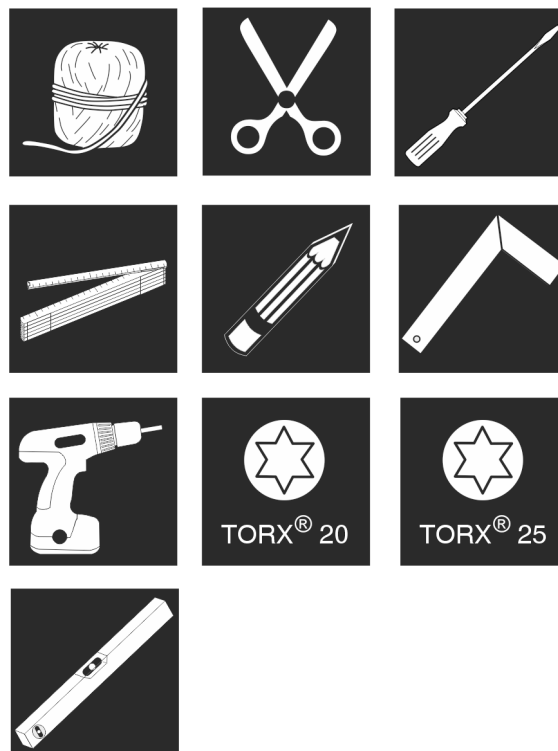

Fig. 10
1. Gereedschap klaarleggen. Fig. 10 ()